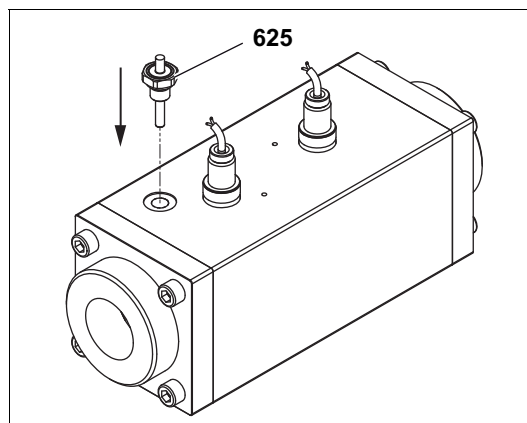

Fig. 4 Monter EET dans OME 52
4. Visser le capteur dans l'orifice du capteur jusqu'à la butée, voir Fig. 4, page 13, couple de serrage maximal 30 Nm.